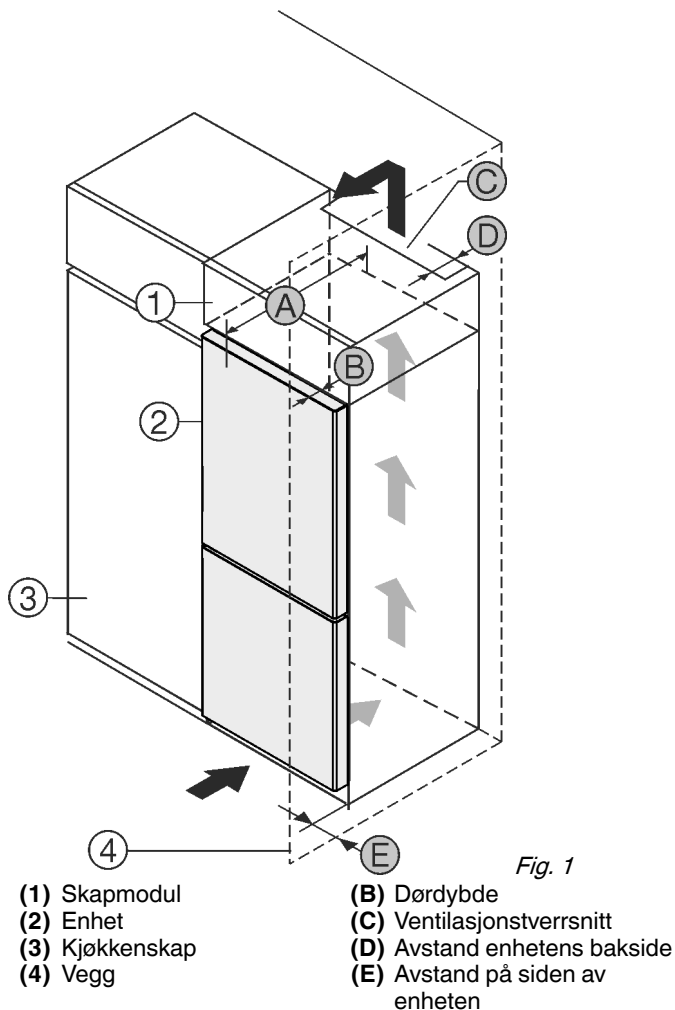

Fig. 1
Plasser enheten rett ved siden av kjøkkenskapet Fig. 1 (3).*
På baksiden av skapmodulen over enheten må det installeres en ventilasjonskanal med dybden Fig. 1 (D) over hele skapmodulens bredde.
Ventilasjonstverrsnittet Fig. 1 (C) under taket i rommet må overholdes.
Hvis enheten plasseres med hengslene mot en vegg Fig. 1 (4), må avstanden mellom enheten og veggen være minst 13 mm.
Hvis enheten plasseres med hengslene mot en vegg Fig. 1 (4), må avstanden mellom enheten og veggen være minst 20mm.
For å kunne åpne dørene helt må enheten rage dørdybden Fig. 1 (B) lenger ut enn fronten på kjøkkenskapene. Avhengig av kjøkkenskapenes Fig. 1 (3) dybde og bruk av veggavstandsstykker kan enheten rage enda lengre ut.*